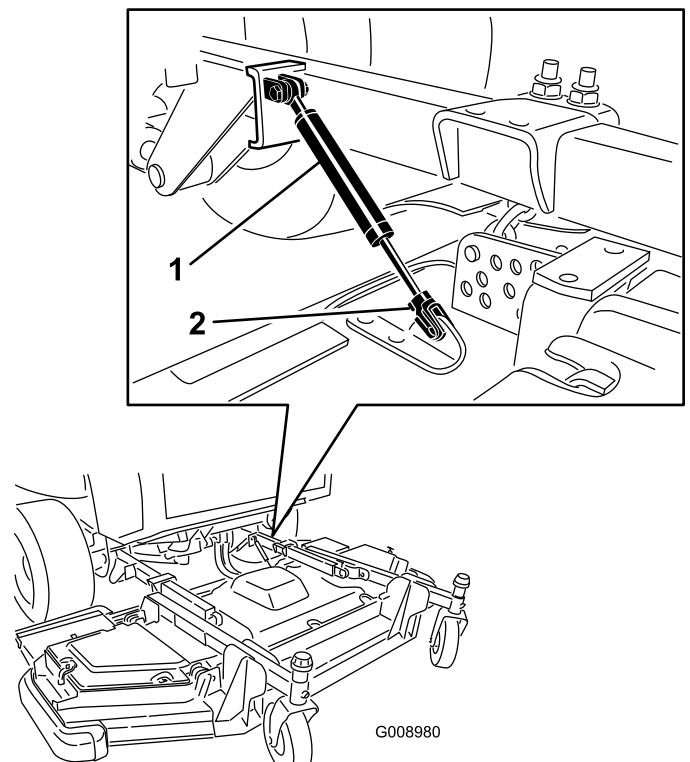

Bild 135
3. Nehmen Sie den Befestigungsclip ab und schließen Sie den Stoßdämpfer vom Mähwerk ab (Bild 135).